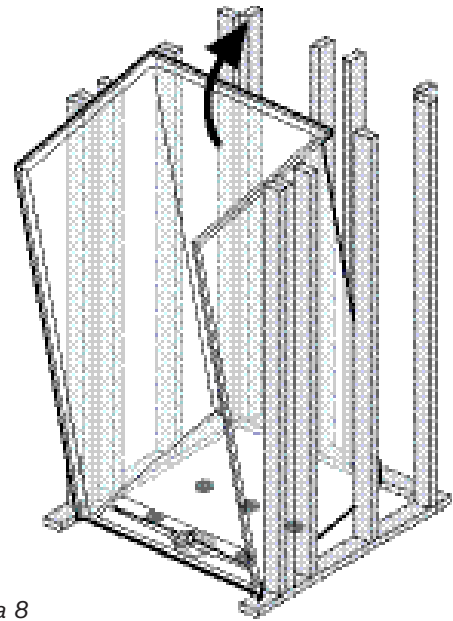

Figura 8
- 14** Ponga la ducha en posición; **no la arrastre ni la deslice.** Asegúrese de que el frente esté alineado con la línea dibujada en el Paso 3. (Figura 8)